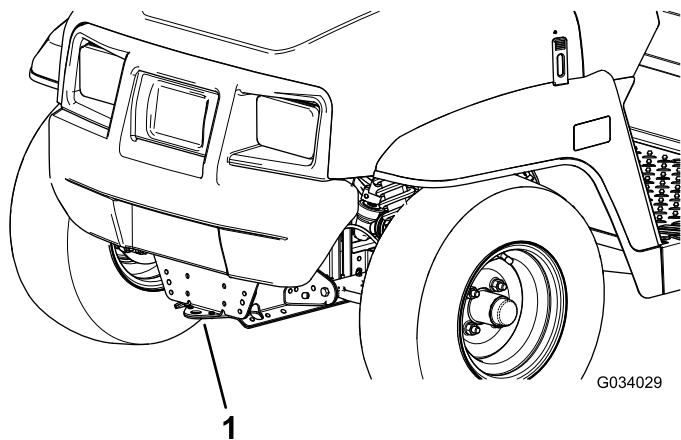
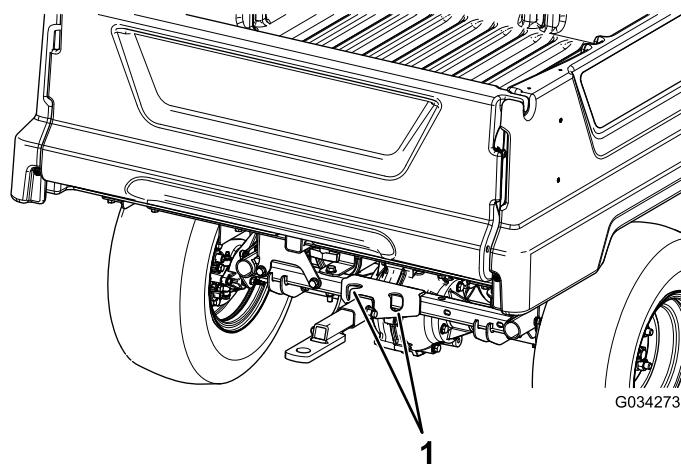

Figura 21
Figura 22
Utilice un remolque con rampas de ancho completo para mover la máquina a gran distancia. Asegúrese de que sujete correctamente la máquina al remolque. Consulte en Figura 21 y Figura 22 la ubicación de los puntos de amarre de la máquina.
2. Conecte un cable de remolque al punto de remolque, en la parte delantera del bastidor de la máquina (Figura 21).